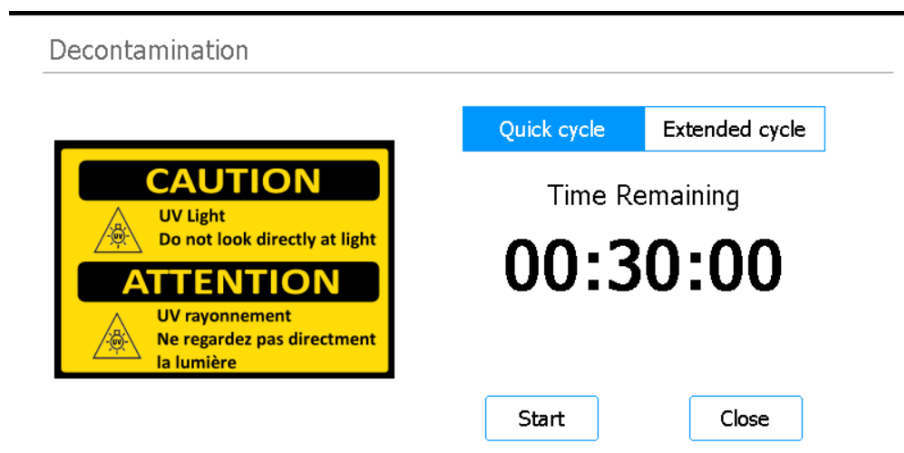

Figure 21 Fenêtre « Decontamination » avec « Quick cycle » sélectionné
- 3 En haut de la fenêtre, sélectionnez **Quick cycle**, comme indiqué dans la Figure 21.